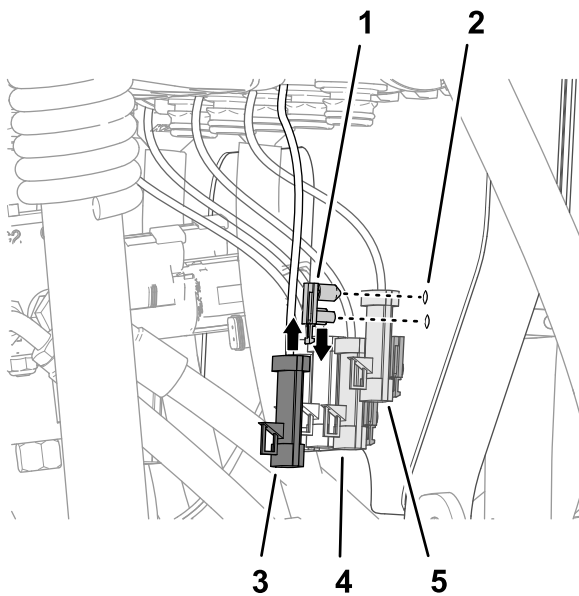

Figure 113
1. Insérez les fixations à pression d'ancrage des connecteurs dans les trous du support de vannes (Figure 113).